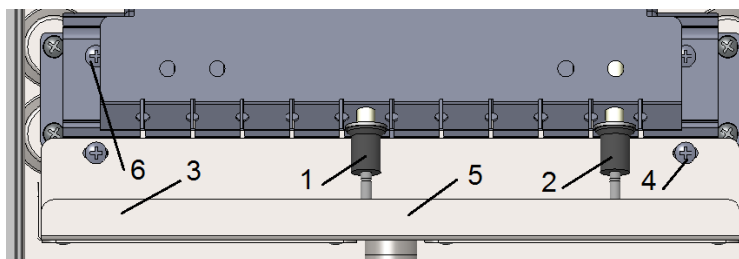

Рисунок 11 - демонтаж блока горелочного
- снять кабель свечи розжига (1), кабель свечи ионизации (2) и вытащить их из экрана (3), см. рисунок 11;
- отвернуть 2 самореза (4) и снять экран 3, см. рисунок 11;
- отвернуть 2 самореза (6), см. рисунок 11, снять горелку, потянув её на себя.